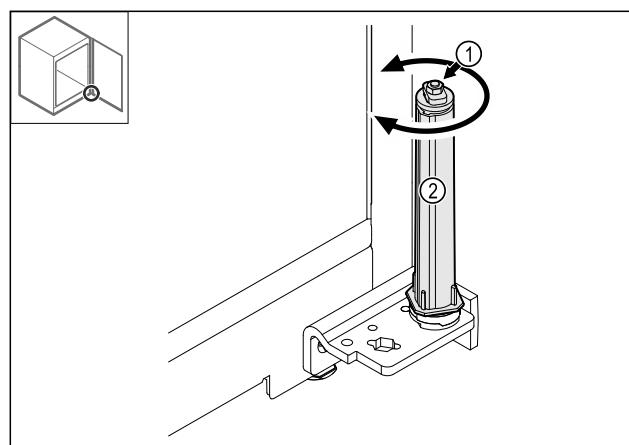

Fig. 40
- Не розбирайте гвинтове з'єднання Fig. 40 (1) запірного механізму.
- Поверніть запірний механізм Fig. 40 (2) до відчутного клацання.